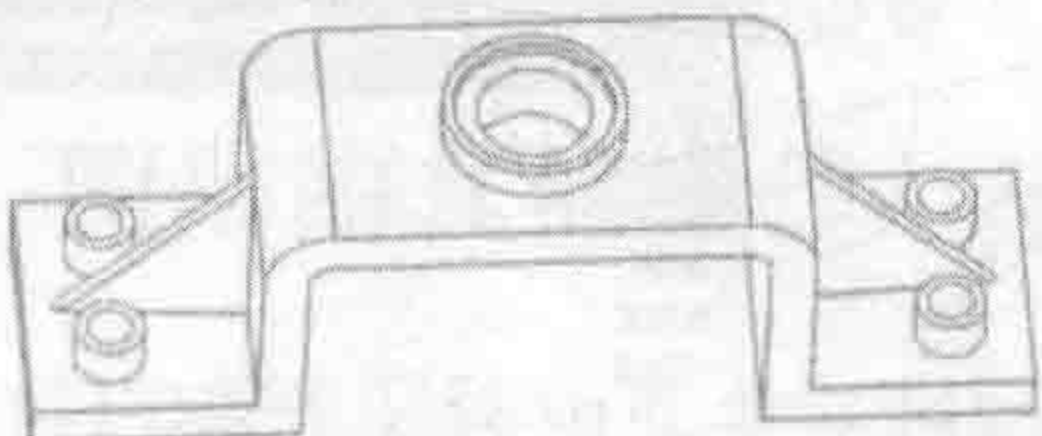

图 1-18 带有隐藏边的线框
- **【带有隐藏边的线框】**：旋转视图时，用边缘几何体、不可见隐藏边渲染工作视图中的面，并动态更新面，如图 1-18 所示。